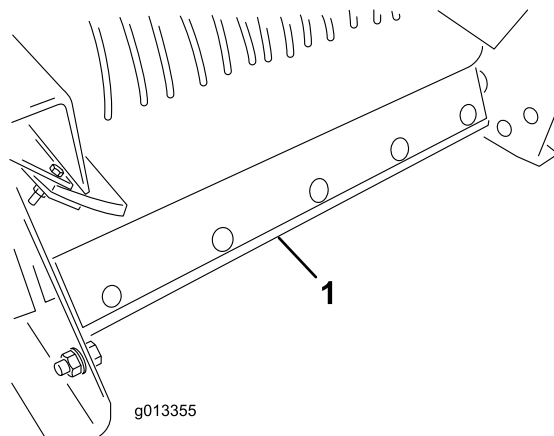

Figura 60
- Staccate il gruppo raschiatore di pulizia del nastro dalla parte posteriore della macchina (Figura 60).